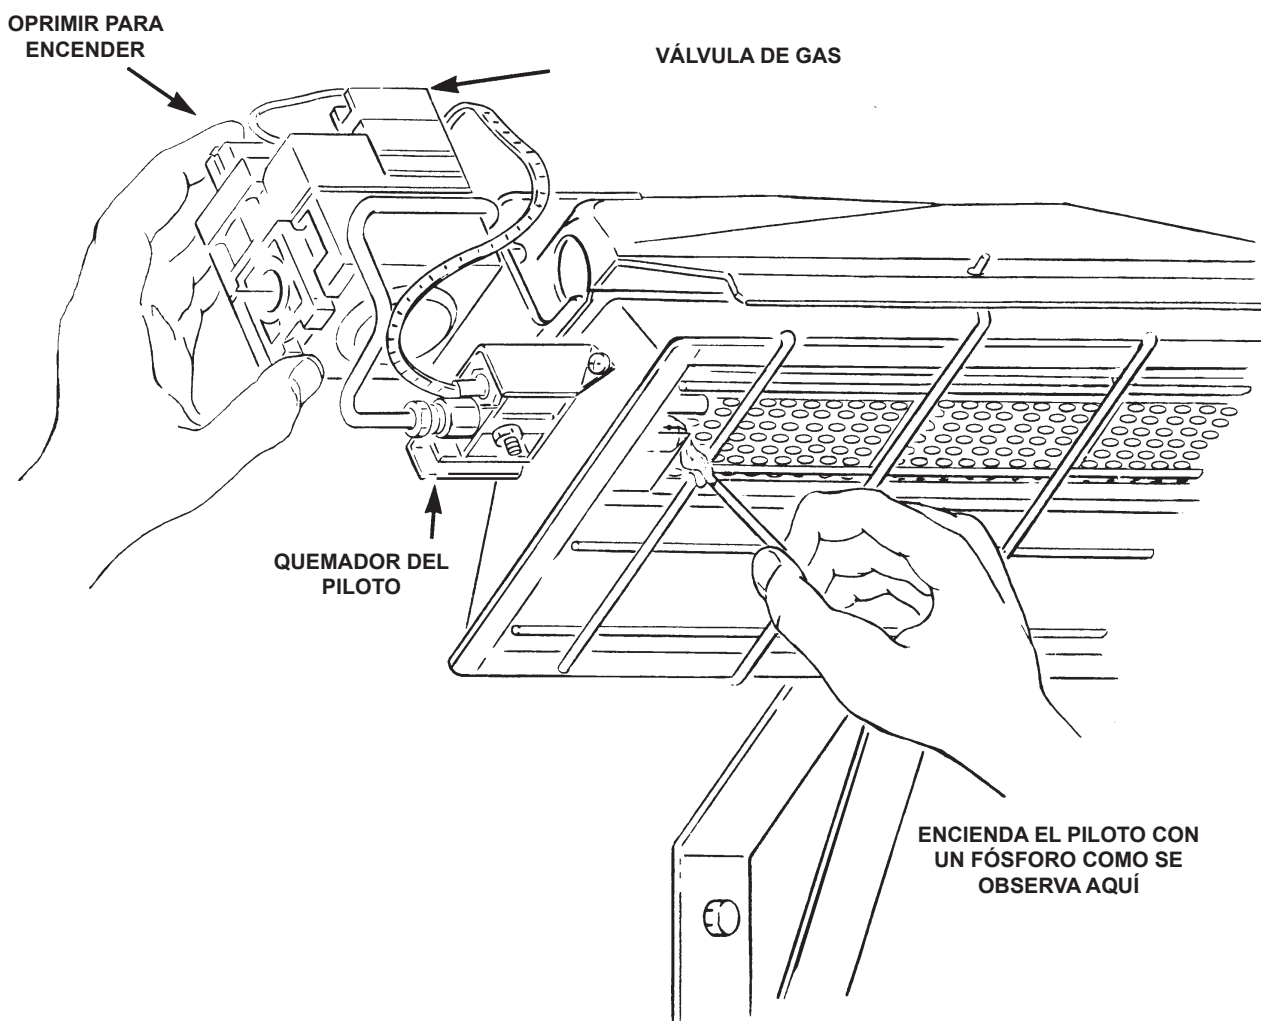

Figura 10. Encendido del quemador del piloto
- F. Oprima la perilla de control manual de gas. Con un fósforo, encienda la llama piloto. Consulte la Figura 10. Mantenga oprimida la perilla durante